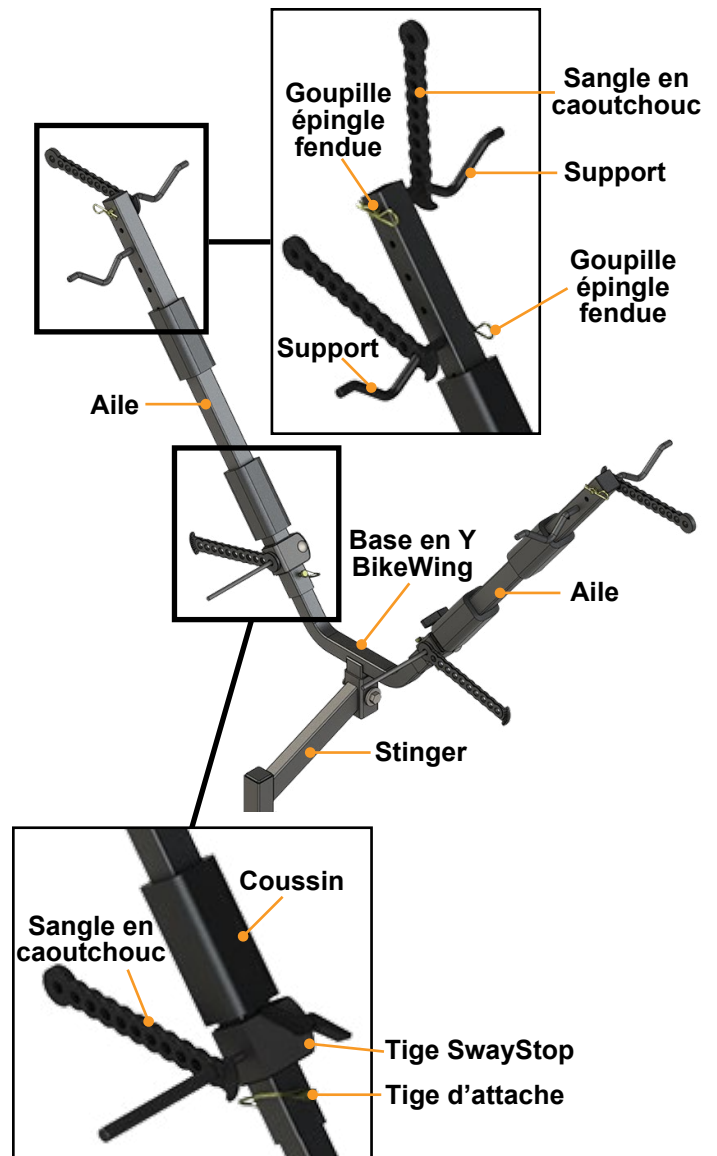

Fig.5
2. Faire glisser une tige SwayStop™ sur chaque aile en commençant par le bas de sorte que le SwayStop se trouve entre la tige d'attache et le coussin protecteur (**Fig.5**). Les tiges doivent être orientées en sens opposés.
3. Fixer les ailes à la base en Y en utilisant deux tiges d'attache (**Fig.5**).
5. Fixer quatre supports, dont deux sur chaque aile (**Fig.5**).